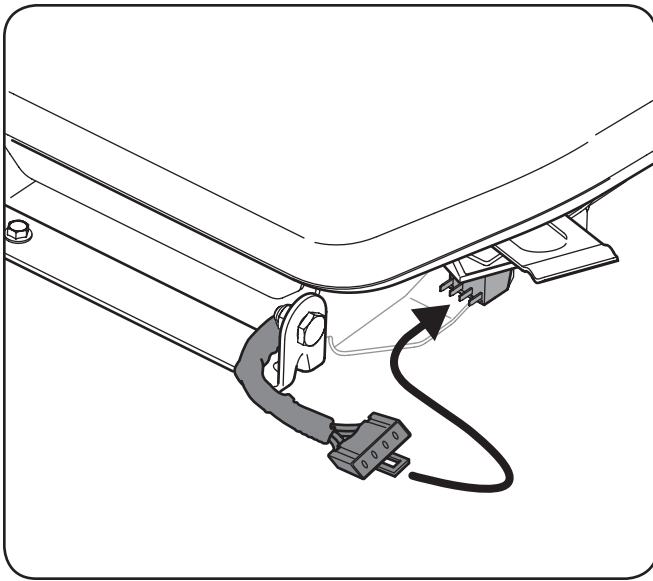

Figure 3-6
5. Conecte el arnés de seguridad en el asiento, en el arnés de cableado de la unidad como se muestra en la fig. 3-6.